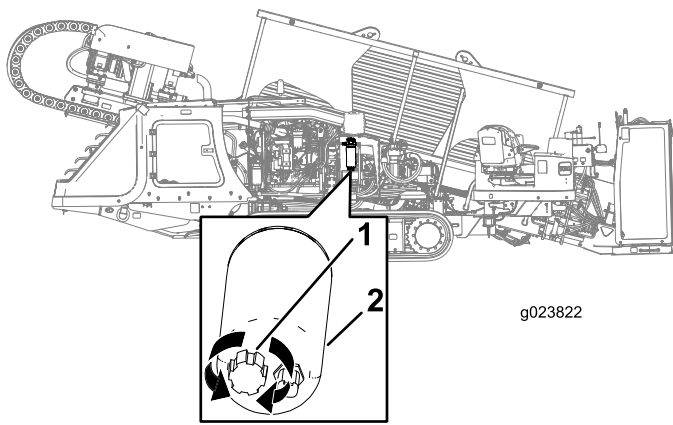

Bild 93
3. Stellen Sie eine Auffangwanne unter den Hauptkraftstofffilter (Bild 93).
4. Drehen Sie das Ablassventil unten am Hauptkraftstofffilter zwei oder drei Umdrehungen nach links und lassen Sie Wasser und Ablagerungen aus dem Kraftstofffilter ab (Bild 93).